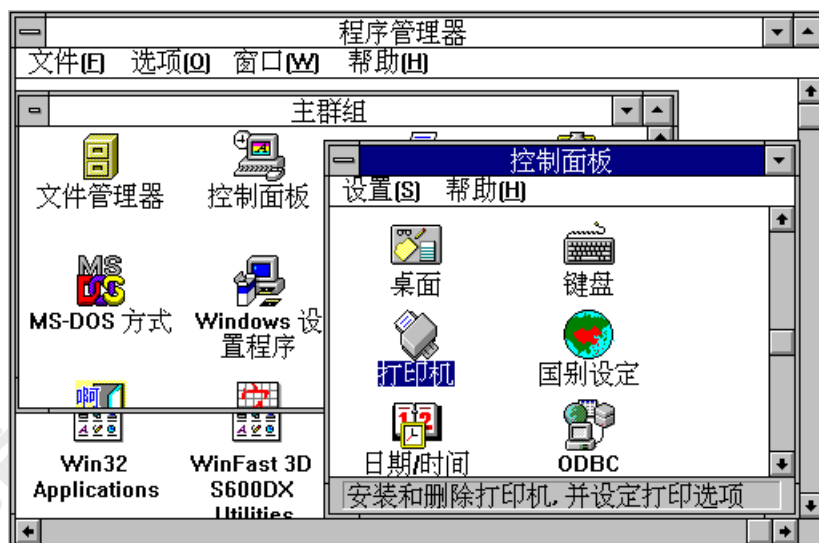

图 6-16 安装打印机（1）
- 1) 在程序管理器中选择“主群组”、“控制面板”，找到“打印机”程序项，如图 6-16 所示。